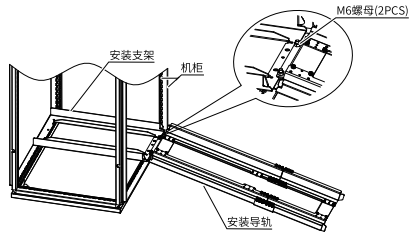

图1-13 安装导轨机柜内安装示意图
- b. 将安装导轨前端的两个圆孔对准安装支架的螺杆，用2个M6螺母锁紧，将导轨安装到机柜上，如第18页“图1-13”所示。